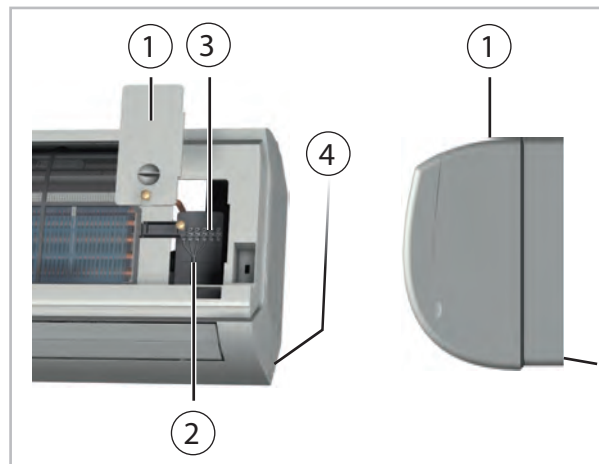

Abb. 28: Anschluss des Innengerätes
2. ➔ Lösen Sie die Abdeckungen auf der rechten Seite (Abb. 28).
3. ➔ Klemmen Sie die bauseits verlegte Steuerleitung an den Klemmen an (Abb. 28).